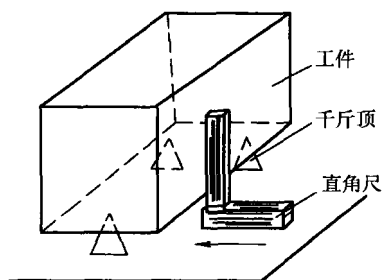

图 1-9 找正工件的垂直面
(3) 找正工件平面的垂直 将尺座外侧放在平台上, 移动直角尺, 使尺苗与工件的被测面接触, 调整工件的支承高度, 使被测面上、下与尺苗接触良好, 则被测面与平台垂直, 如图 1-9 所示。